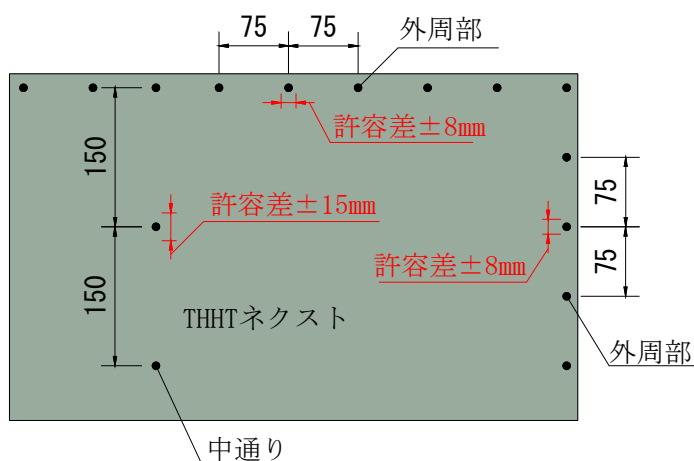

図 2 マーキングからのずれの許容差について
- ・ねじ留め間隔が外周部で 75mm（マーキングからのねじのずれの許容差：±8mm）以下、中通りで 150mm（マーキングからのねじのずれの許容差：±15mm）以下としてください（図 2 参照）。